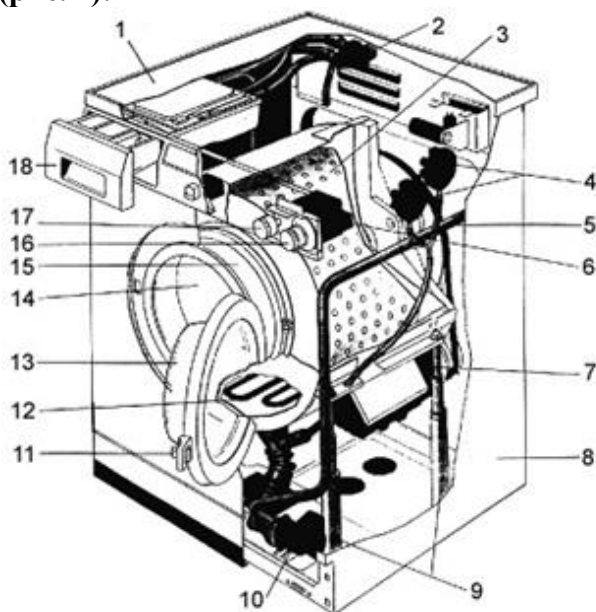

Рис.2
6. Какой узел соответствует позиции 6 на компоновочной схеме стиральной машины (рис. 2):